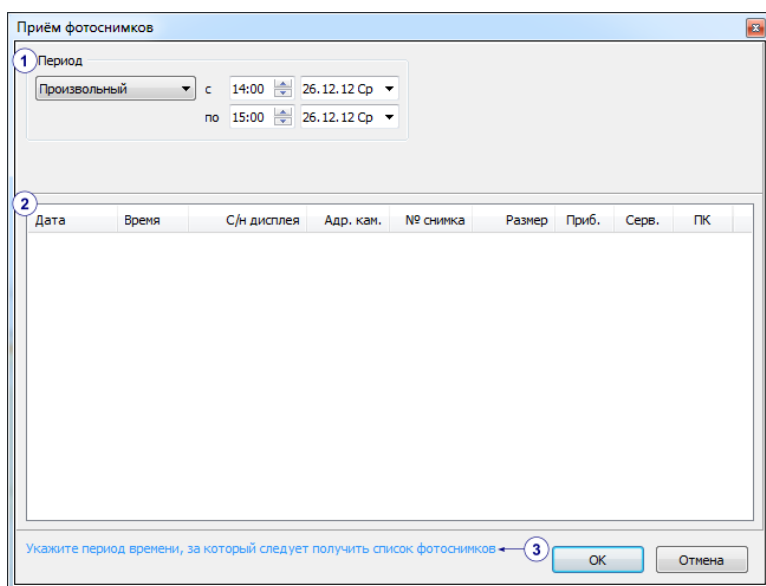

Рис.70 – Окно приема фотоснимков.
Появится окно **Прием фотоснимков** (рис.70).
В этом окне отображается процесс приема фотоснимков. Фотоснимки можно запрашивать за определенный период времени. Для этого в поле **Период** (рис.70,п.1) необходимо указать интервал времени, за который следует получить снимки. Пользователь может выбрать период из списка предустановленных или задать произвольный. В случаи произвольного периода необходимо настроить начальное и конечное значение периода (дату и время).
В этом же окне в табличном виде отображается список фотоснимков, сделанных камерами за выбранный период времени (рис.70,п.2).
В нижней части окна отображаются подсказки системы и строка состояния приема (рис.70,п.3). После каждой проделанной операции необходимо нажимать кнопку **ОК**, для перехода к следующему этапу приема фотоснимков.
3. В окне **Прием фотоснимков** (рис.70) установите период, за который нужно получить снимки и нажмите **ОК**.